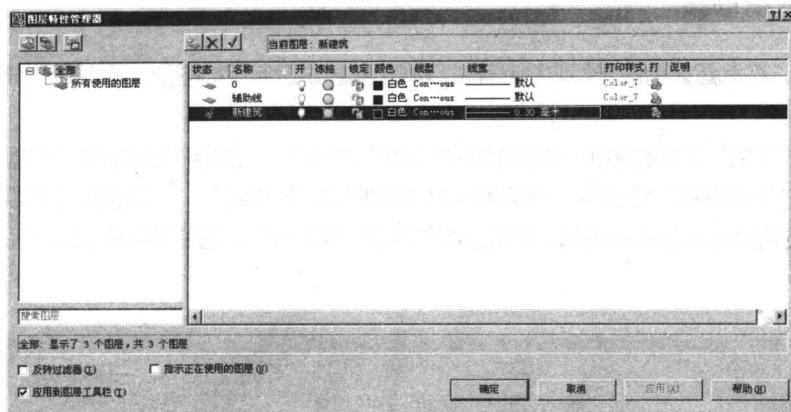

图 1-23 新建“新建筑”图层
(1) 在“图层”工具栏单击“图层特性管理器”按钮，在弹出的“图层特性管理器”对话框单击“新建图层”按钮，参照图 1-23 新建图层“新建筑”，并设置线宽为 0.3，其他一切设置采用默认设置；设置新图层为当前图层，单击“确定”按钮。